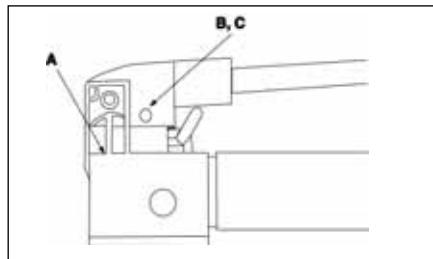

Рисунок 10
Для продления срока службы насоса и улучшения его работы нужно регулярно смазывать штифт рычага балки (A), штифт крестовины (B) и головку поршня (C), используя густую смазку для подшипников качения. См. рис. 10.